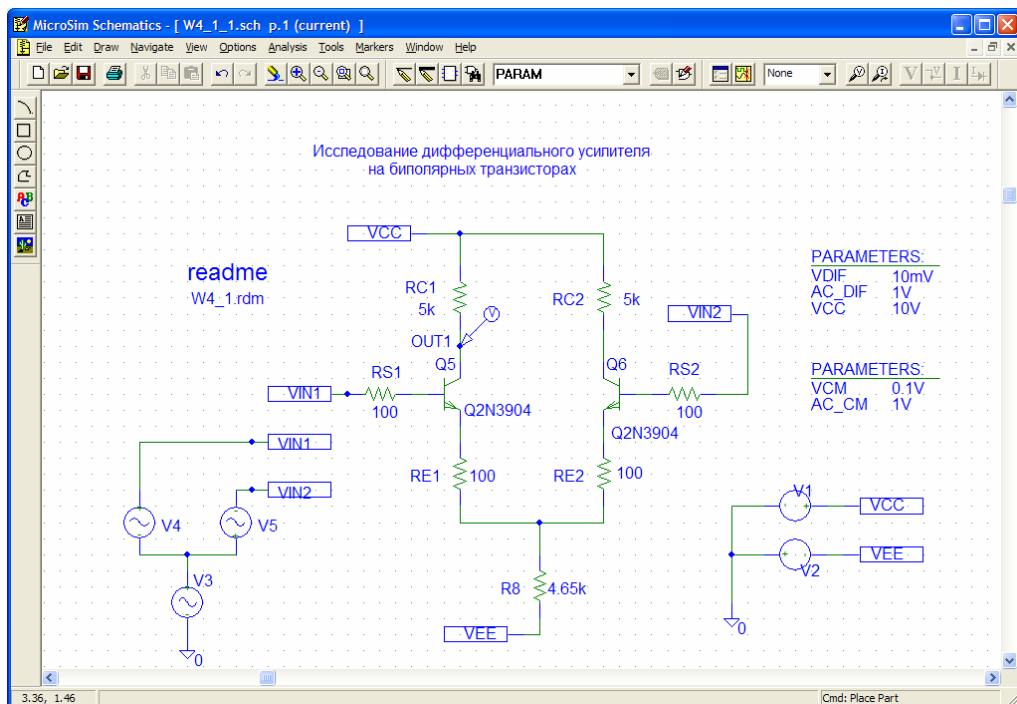

Рис. 4.1.3
1. Собрать схему дифференциального усилителя (рис. 4.1.3) и установить значения элементов в соответствии с номером варианта (табл. 4.1.1).
4.1. Установить атрибут VDIF элемента PARAMETERS в соответствии с номером варианта (табл. 4.1.2):  $VDIF = U_d$ ,  $AC\_DIF = 1V$ . Амплитуду источника синфазного сигнала (V3 на рис. 4.1.3) установить равной нулю (атрибуты  $AC\_CM = 0$ ,  $VCM = 0$ ). Установить временной интервал для режима Transient равным  $3T$ , где  $T$  – период дифференциального сигнала.
Таблица 4.1.1. Значения элементов схемы на рис. 4.1.3